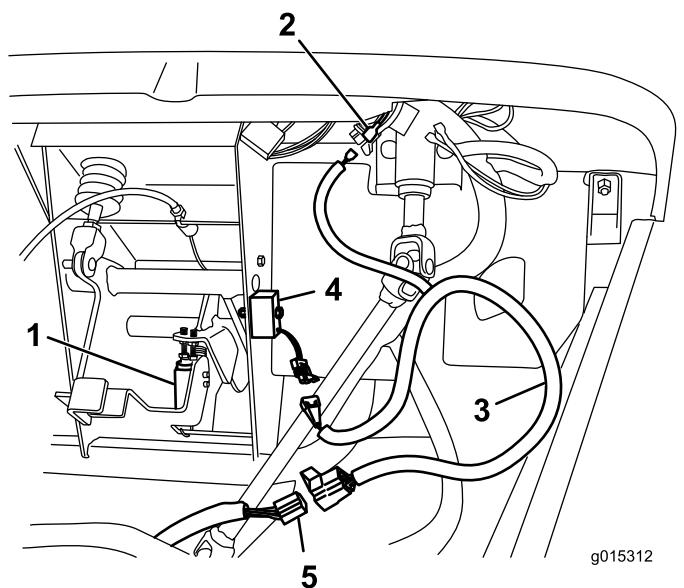

Figura 1
1. Fixe o módulo de arranque por chave na estrutura do conjunto do pedal utilizando um parafuso ($\frac{1}{4} \times 1\frac{3}{8}$ pol.) e uma porca flangeada ($\frac{1}{4}$ pol.) como se mostra na Figura 1.
2. Desligue o conector da cablagem existente do interruptor do pedal (Figura 1).
3. Localize a cablagem de arranque por chave frontal (Figura 1) nas peças soltas.
4. Ligue cablagem do arranque por chave frontal ao módulo de arranque por chave com o conector correspondente e ligue a extremidade oposta ao conector de cablagem existente (Figura 1).
5. Localize o cabo da cablagem existente rotulado Key Start (arranque por chave) (Figura 1).
6. Ligue o cabo de arranque por chave da cablagem de arranque por chave frontal ao cabo rotulado no veículo (Figura 1).